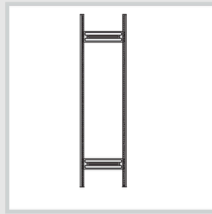
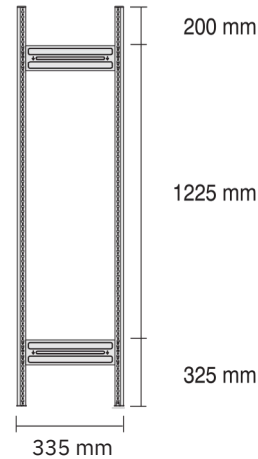

Abb. 1
Abb. 2
- D Zwei Stützprofile im Abstand der Stützenverbinder anordnen (Abb. 1). Stützenverbinder entsprechend Abb. 2 (die Pfeile zeigen in Richtung des Fußbodens) einsetzen und mit einem Gummihammer o.ä. in die Stützprofile einschlagen.
Achtung! Die Fixierprägung der Stützenverbinder (Abb. 2 a) muss auf beiden Seiten in die Stützprofile einrasten (Abb. 3 a).
- F Disposer deux profilés d'appui en laissant de la place pour les raidisseurs de montants (fig. 1). Mettre les raidisseurs de montants en place conformément à la figure 2 (les flèches sont dirigées vers le sol) et les introduire dans les profilés d'appui à l'aide d'un marteau en caoutchouc ou similaire.
Attention! La patte de fixation des raidisseurs de montants (fig. 2 a) doit se clipser dans les profilés d'appui (fig. 3 a).
- NL Twee steunprofielen op de afstand van de steunverbindingsstukken plaatsen (afb. 1). Steunverbindingsstukken overeenkomstig afb. 2 (de pijlen wijzen in de richting van de vloer) inzetten en met een rubberen hamer of dergelijke in de steunprofielen slaan.
De fixeeradhesie van de steunverbindingsstukken (afb. 2 a) moet aan beide kanten in de steunprofielen sluiten (afb. 3 a).
- GB Arrange two support frames at the correct distance for the support connection (fig. 1). Fit the support connections as shown in fig. 2 (the arrow points in the direction of the ground) and use a rubber hammer (or similar) to tap them into the support frames.
Attention! The locking pieces for the support connections (fig. 2 a) must be snapped in position on both sides in the support frames (fig. 3 a).
Abb. 2 a □
- Ⓧ D Der Rahmen wird entsprechend der Seite 2 montiert. Dabei ist die Anordnung der Stützenverbinder zu beachten (Abb. 1)!
- Ⓧ F Le cadre est monté conformément à la page 2. Pour ce faire, il faut respecter la disposition des raidisseurs pour montants (fig. 1)!
- Ⓧ NL Het frame wordt aan de hand van de instructies op bladzijde 2 gemonteerd. Let daarbij op de plaatsing van de dwarsverbinding (afb. 1)!
- Ⓧ GB The frame is assembled according to page 2. In doing so, please observe the arrangement of the support connections (Fig. 1)!